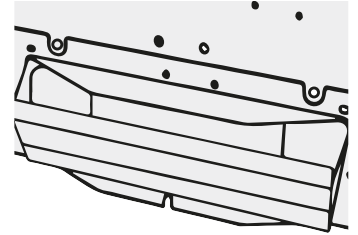

Figure 9
- À l'aide des vis fournies, fixez la ventilation/amortisseur rectangulaire sur le dessus ou à l'arrière de la hotte (voir figure 9).